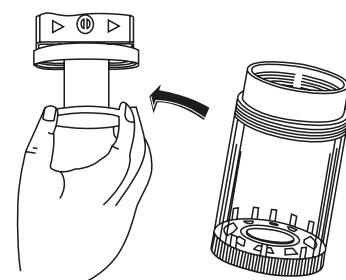

fig.2
3. Una volta ogni tre mesi, pulire il filtro soffiando con aria compressa (vedi fig.2).